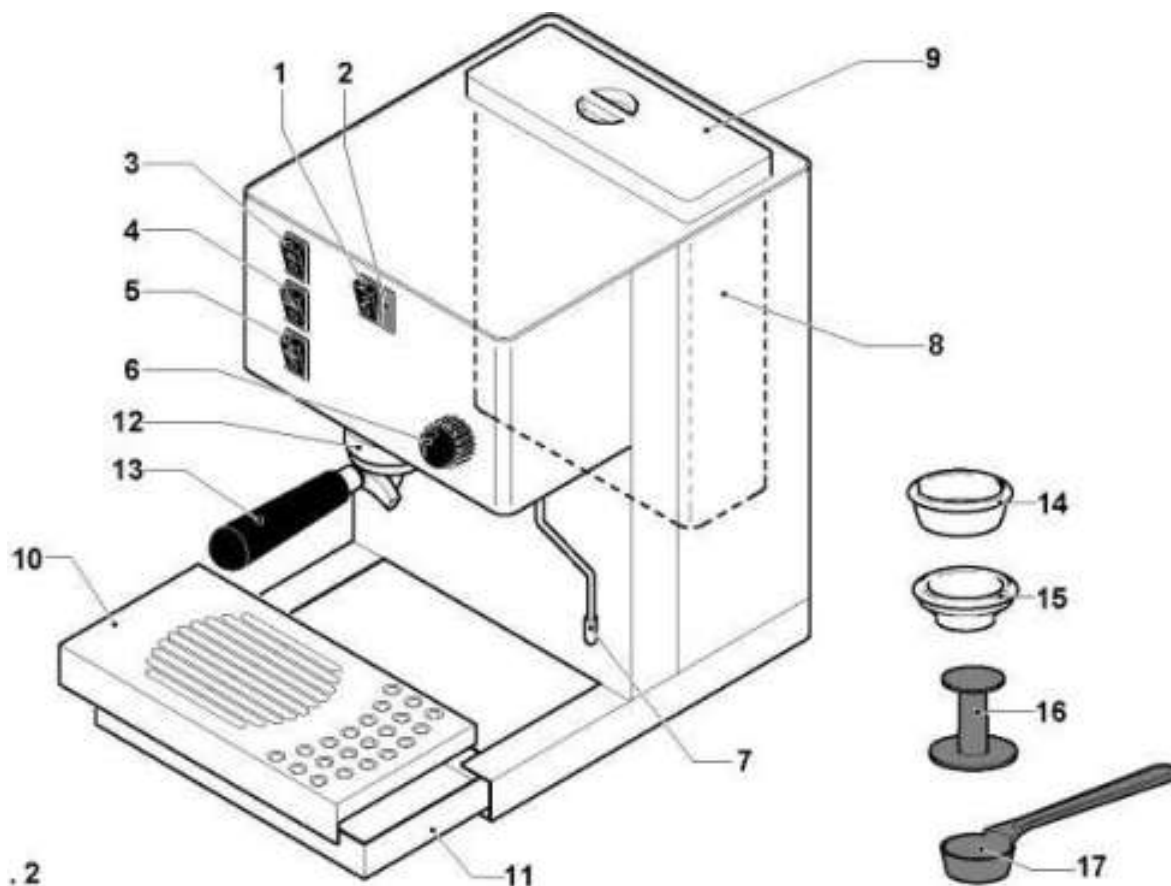

Рис.2
Клавиши (Рис.2):
7.1. Заливка воды (Рис. 2)